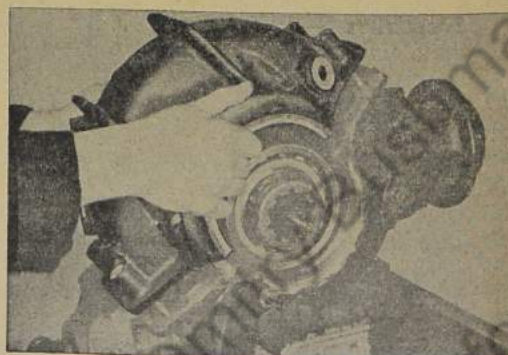

Bild 626: Gehäusedeckel abheben
5. Sechskantmutter für den Gehäusedeckel ganz abschrauben und Deckel abnehmen (Bild 626) (10 Mutter, Federringe).